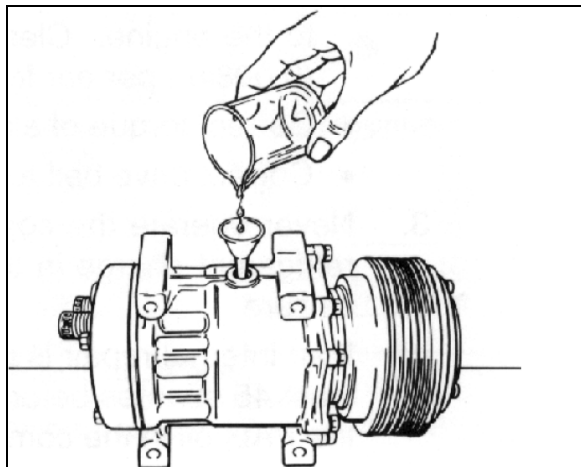

FIGURE 39
11. Ajoutez de l'huile PAG si nécessaire au récipient et versez-le dans le compresseur (Figure 39) selon la formule suivante :